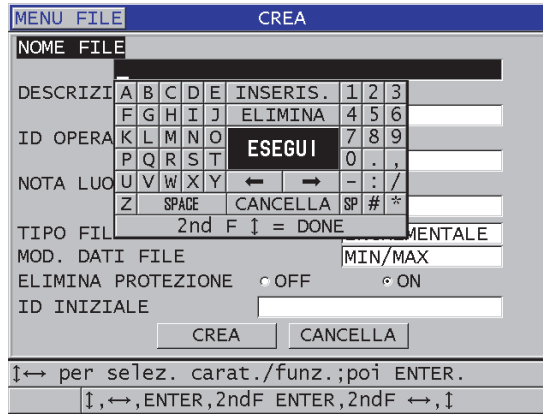

Figura 11-4 La schermata CREA per il tipo di file di dati incrementale
2. Nella schermata **CREA** (vedi Figura 11-4 a pagina 197):